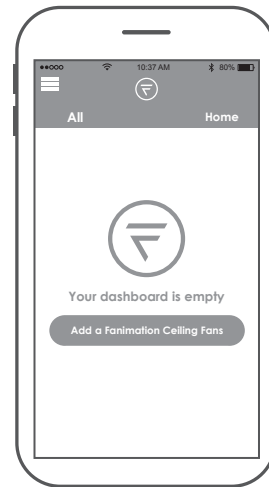

Figura 1
- ☐ 1. Visite el App Store de Apple o el Play Store de Google para descargarse la App gratuita fanSinc Wifi. Cree su cuenta Fanimation fanSync. (Figura 1)
- ☐ **1. Instalación de la placa de la pared:** (Figura 1)